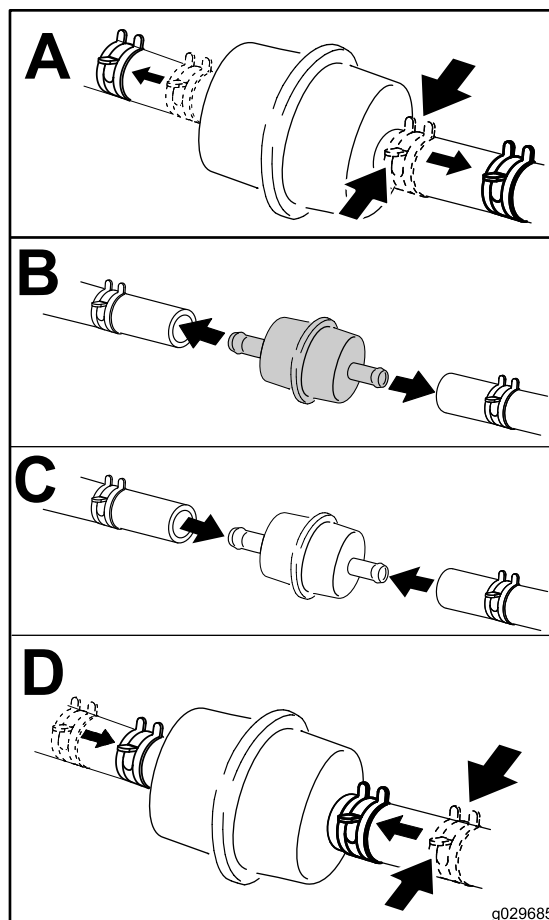

Bild 46
5. Tauschen Sie den Kraftstofffilter aus (**Bild 46**).